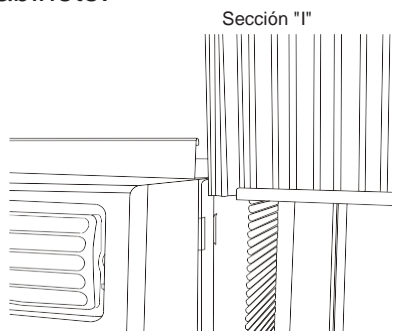

Imagen 2
B. Deslice la sección "I" del extremo libre del panel directamente en el gabinete, como se muestra en la imagen 2. Deslice el panel hacia abajo. Asegúrese de dejar suficiente espacio para encajar las partes superior e inferior del marco en los rieles del gabinete.